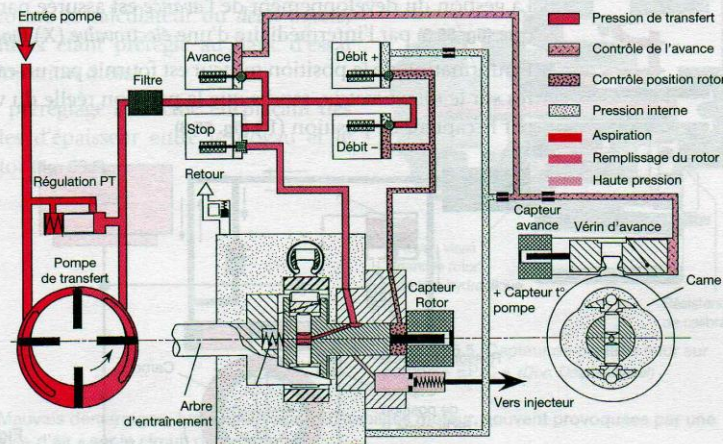

Figure 55.1. Circuit hydraulique de la pompe EPIC « IDI » (Doc. Delphi-Diesel)
- la pompe d'alimentation (dite « de transfert », à palettes, surdimensionnée pour les besoins de pression de commande dès les premiers tours moteur, et sa soupape régulatrice) (fig. 55.1) ;
- les électrovalves de remplissage (fig. 55.1) permettant la modification du débit en déplaçant le rotor (fig. 55.2).
Par contre, les variations de débits injectés sont obtenues par la limitation de l'écartement des ensembles patins-galets, sur les rampes obliques de l'arbre d'entraînement (fig. 55.1).
Le déplacement axial du rotor par rapport à l'arbre d'entraînement, piloté par le calculateur à l'aide des deux électrovannes (débit +, débit -, fig. 55.1) fait varier la course des pistons plongeurs et, par suite, le débit injecté (de zéro au débit maximal pour le démarrage).